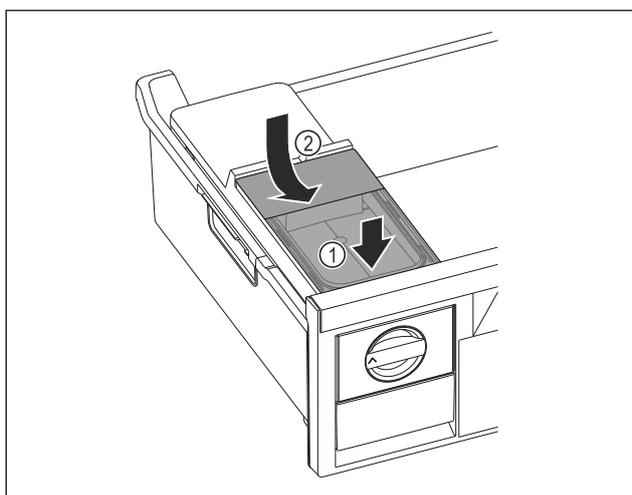

Fig. 99
- ▶ Zbiornik wody wsunąć od przodu. Fig. 99 (1)
- ▶ Zbiornik wody opuścić z tyłu. Fig. 99 (2)